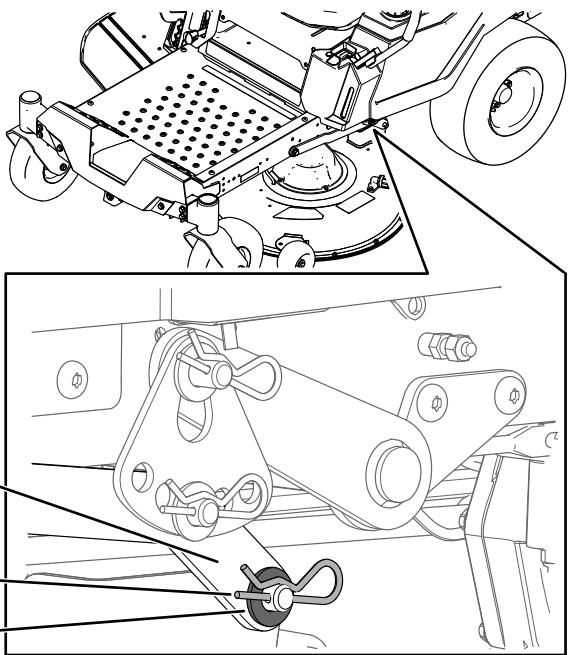

Figura 65
6. En un lado de la máquina, retire la arandela y la chaveta del pasador de la carcasa (Figura 65).
7. Retire el brazo de elevación del pasador de la carcasa (Figura 65).
- En un lado de la máquina, levante la parte trasera de la carcasa de corte e instale el brazo de elevación en el pasador de la carcasa (Figura 65).
- Instale el brazo de elevación usando la arandela y la chaveta (Figura 65).